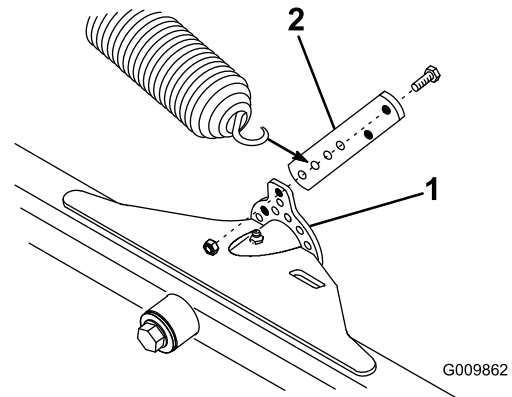

Bild 14
1. Befestigen Sie einen Federanker mit 2 Schrauben (1/4 x 3/4 Zoll) und Sicherungsmuttern an der hinteren Innenseite jeder Hubnase der vorderen Mähwerke, siehe Bild 14.
2. Haken Sie die Feder an den vorderen Mähwerken in das zweite Loch von unten (dritte Stellung) in den Federanker (Bild 14).